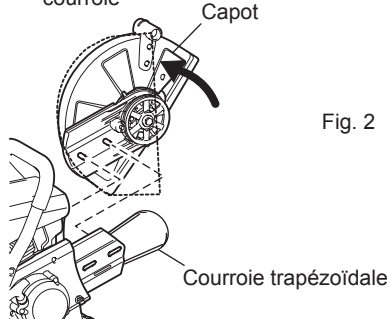

Fig. 2
- Faites pivoter le capot selon la position des pointillés. Retirez la courroie trapézoïdale puis l'accessoire de coupe de la découpeuse thermique. Remettez la poignée en place. (Fig. 2)